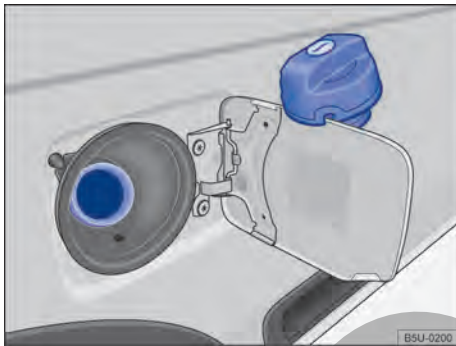

Fig. 168 Portezuela del depósito de combustible abierta con el tapón de cierre del depósito de combustible colgado.
- Gire la tapa del depósito de combustible en sentido antihorario y cuélguela encima de la portezuela del depósito de combustible → fig. 168.